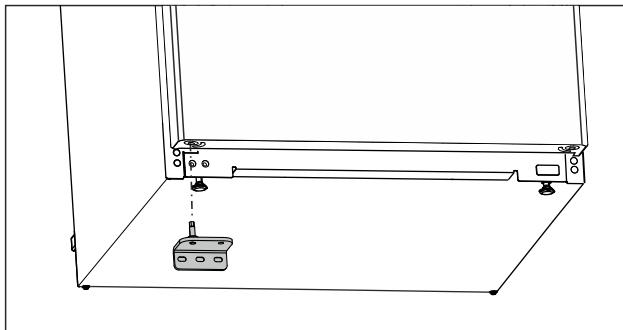

Fig. 20
- Поставете долната лагерна стойка от другата страна. (виж Fig. 20)